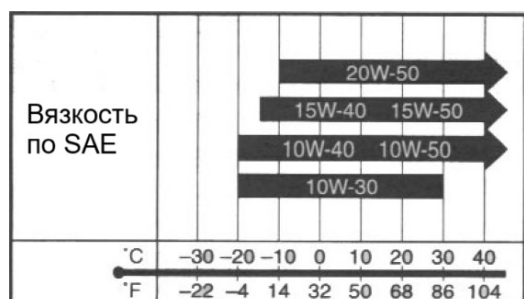

Рис. 16 Выбор вязкости
### [Подбор] (Рис.16)
- вязкость по SAE согласно диаграмме на рис. 16.